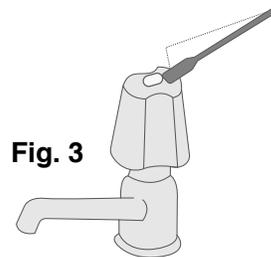

Fig. 3
- Retire la tapa o adorno que cubre el tornillo. Dependiendo del modelo, la perilla o manecilla puede estar sujeta por un tornillo, una tuerca o sencillamente encajada (Fig. 3).